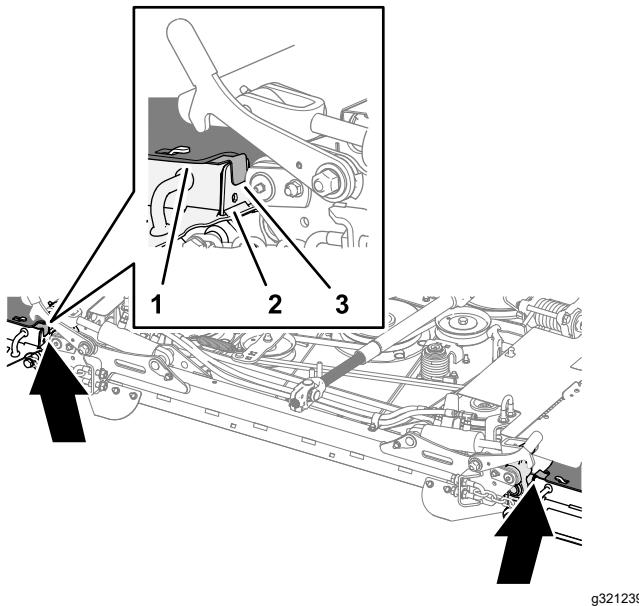

Figura 33
2. Instale os calços da plataforma na parte frontal da plataforma como se mostra na Figura 33.